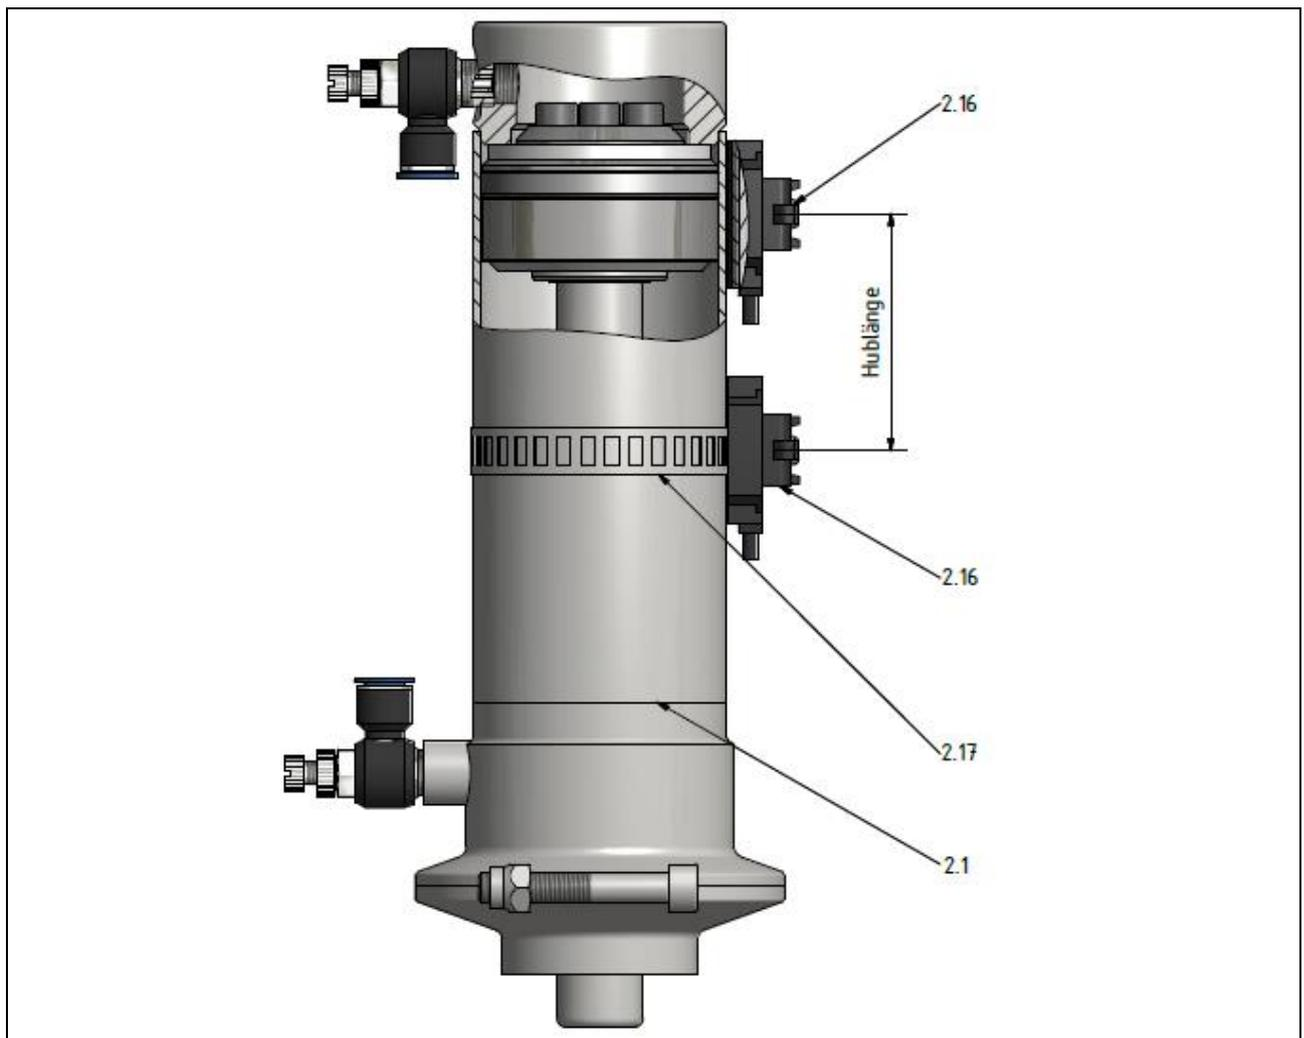

Abb. 5.1: Justieren der Endlagensensoren am Pneumatikzylinder
- Bringen Sie die Kolbenstange des Pneumatikzylinders (Abb. 5.1, Pos. 2.1) in die obere Endlage.
- Verschieben Sie den oberen Endlagensensor (Abb. 5.1, Pos. 2.16) axial am Pneumatikzylinder (Abb. 5.1, Pos. 2.1), bis ein Signal erfolgt.
- Sichern Sie das Spannband (Abb. 5.1, Pos. 2.17) des oberen Endlagensensors (Abb. 5.1, Pos. 2.16) durch Verschrauben.
- Bringen Sie die Kolbenstange des Pneumatikzylinders (Abb. 5.1, Pos. 2.1) in die untere Endlage.
- Verschieben Sie den unteren Endlagensensor (Abb. 5.1, Pos. 2.16) axial am Pneumatikzylinder (Abb. 5.1, Pos. 2.1), bis ein Signal erfolgt.
- Sichern Sie das Spannband (Abb. 5.1, Pos. 2.17) des unteren Endlagensensors (Abb. 5.1, Pos. 2.16) durch Verschrauben.